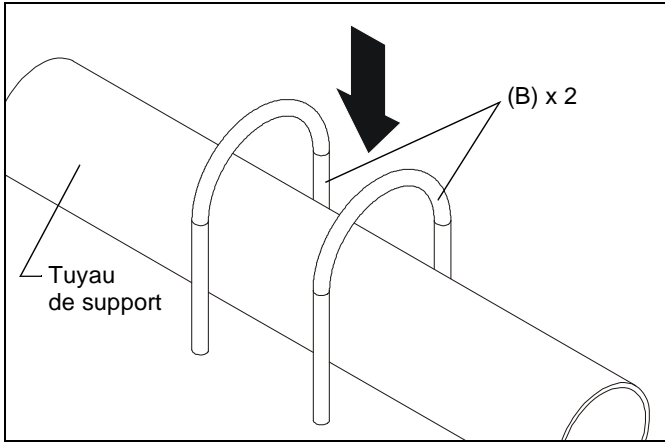

Figure 1
1. Placez deux brides en U (B) sur l'armature ou le tuyau de support en acier de 25,4 mm (1") minimum. (Voir la Figure 1)